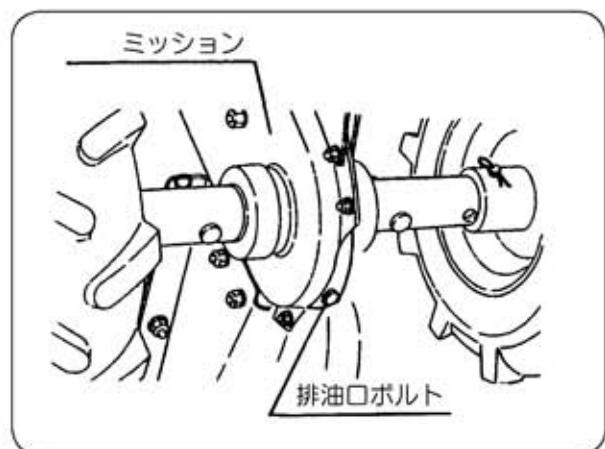

図33
- ②ミッションケース下部にある排油口ボルトを取り外して汚れたオイルを流し出してください。(図33)